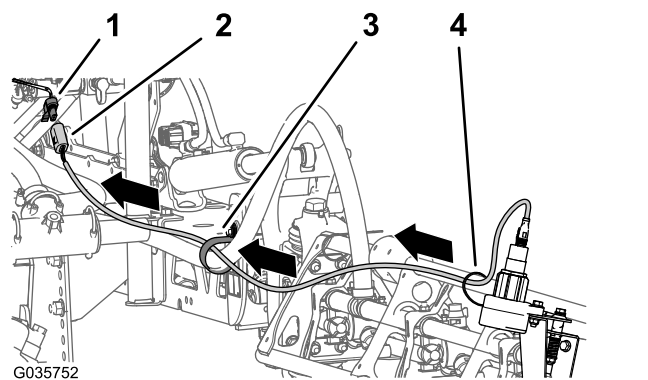

Figura 23
tomadas da cablagem do kit de acabamento Ultra Sonic Boom – parte da frente do coletor do cilindro de elevação (Figura 23).
- Ligue os conectores de 4 pinos para as cablagens do sensor esquerda e direita ao conector de 4 tomadas da cablagem para o kit de acabamento Ultra Sonic Boom (Figura 23) rotulado LEFT SONIC SENSOR (Sensor Sonic esquerdo) e RIGHT SONIC SENSOR (Sensor Sonic direito).
5. Prenda o fio que sai do sensor à rampa com cintas de cabos (Figura 23).